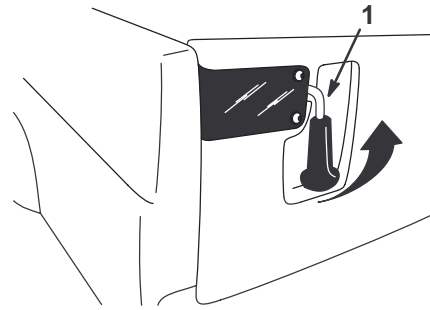

Bild 20
1. Heben Sie die Riegelgriffe an, um die Riegel der hinteren Bordwand zu öffnen (Bild 20). Diese schnappen dann in Richtung der Mitte der hinteren Bordwand aus. Senken Sie die Bordwand langsam ab.